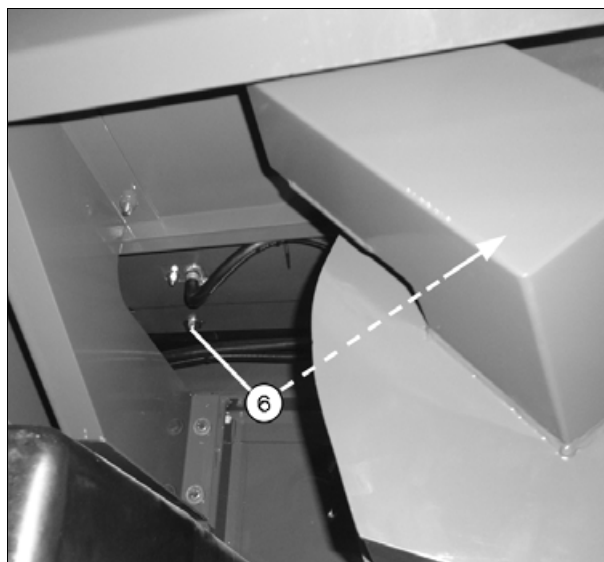

Рис. 2.
7. Присоедините цепь к опорам (5) *рис. 2* и поднимите радиатор в сборе при помощи крана или лебедки.
8. Для замены промежуточного охладителя или охладителя воды необходимо снять боковые панели (B) и открутить крепления на двух углах рамы (C).